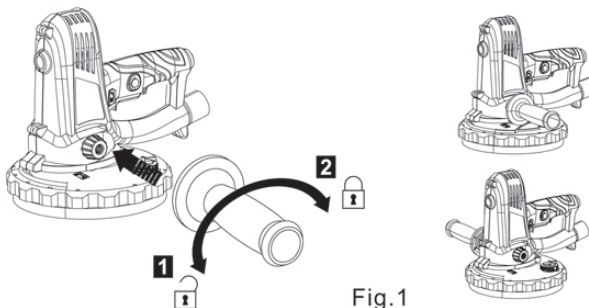

Fig.1
1. Înșurubați mânerul auxiliar (9) în sens orar într-unul dintre filetele de montaj (9a) (Fig. 1).
2. Asigurați-vă că mânerul auxiliar (9) este fixat în siguranță.